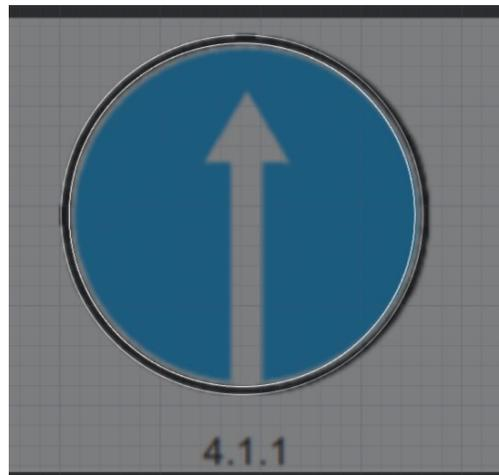

Рис. 3.52
5. Чертим второй круг, ориентируясь на обводку (принимаем радиус 430 мм) (рис. 3.52).